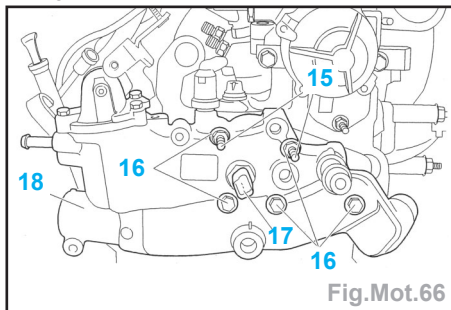

Fig.Mot.66
- les conduits d'air (13),
- l'ensemble col d'entrée d'air (7) et boîtier de papillon d'air motorisé,
- le cache (6),
- le boîtier de dégazage (3).
- les durits de dégazage (4),
- les durits d'arrivée et de retour carburant (12),
- la durit (5) de réaspiration des vapeurs d'huile.
- Ecarter l'ensemble support (2) et réservoir d'huile de direction d'assistée (1).
- Déposer l'ensemble vanne EGR avec l'échangeur thermique (14).
- Déconnecter le connecteur (17) (Fig.Mot.66).